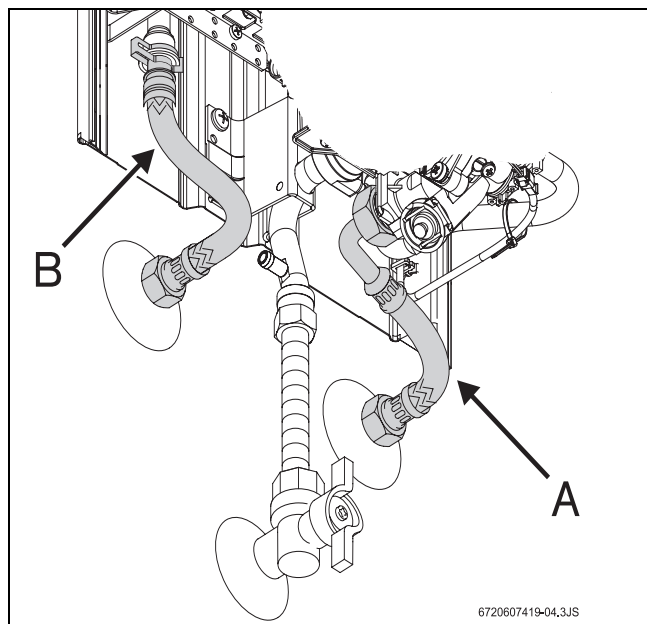

Fig. 12 Ligação da água
- Identificar a tubagem de água fria (Fig. 12, pos. A) e de água quente (Fig. 12, pos. B), de forma a evitar uma possível troca.